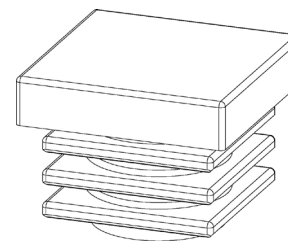
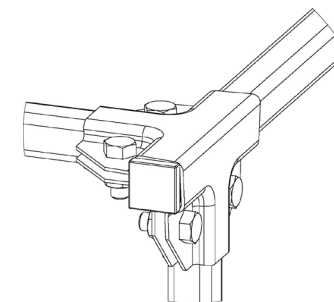

Рисунок 12 – Позиция «Заглушка квадратная ILQ22» до установки в конструкцию
Рисунок 13 – Позиция «Заглушка квадратная ILQ22» после установки в конструкцию
13. Установить в позиции «Скоба крепежная А5 х 4» нижнего и верхнего уровней по позиции «Заглушка квадратная ILQ22» (см. Рисунок 12, Рисунок 13)